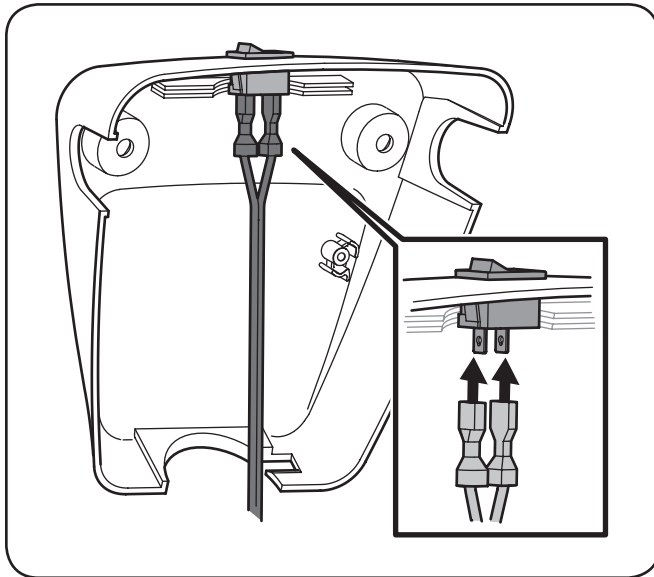

Figura 3-3
3. Instale el mazo de cables en el interruptor ON/OFF del panel. Consulte la Figura 3-3.